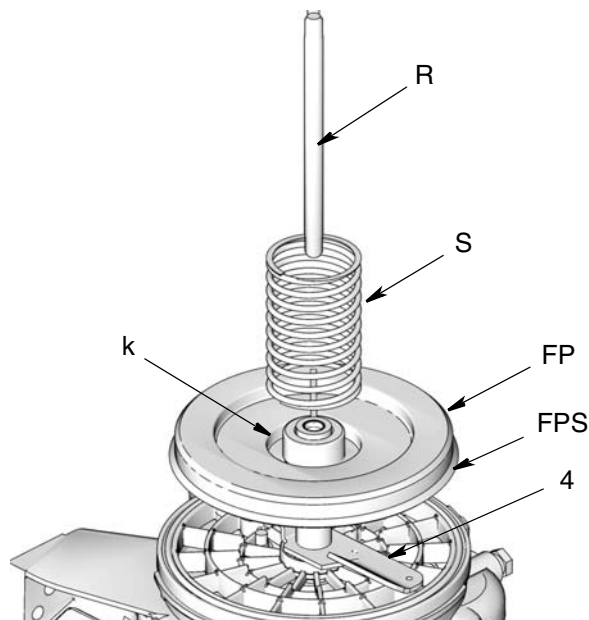

FIG. 15
- b. Installare la piastra di inseguimento (FP) sulla pala di mescolamento (4). Assicurarsi che la guarnizione (FPS) sia rivolta verso il basso (verso la piastra perforata) come in FIG. 15.